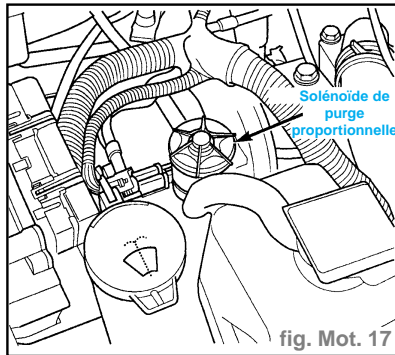

fig. Mot. 17
- vérifier que le connecteur électrique est fixé au solénoïde de purge proportionnelle et n'est pas endommagé (fig. Mot. 17),